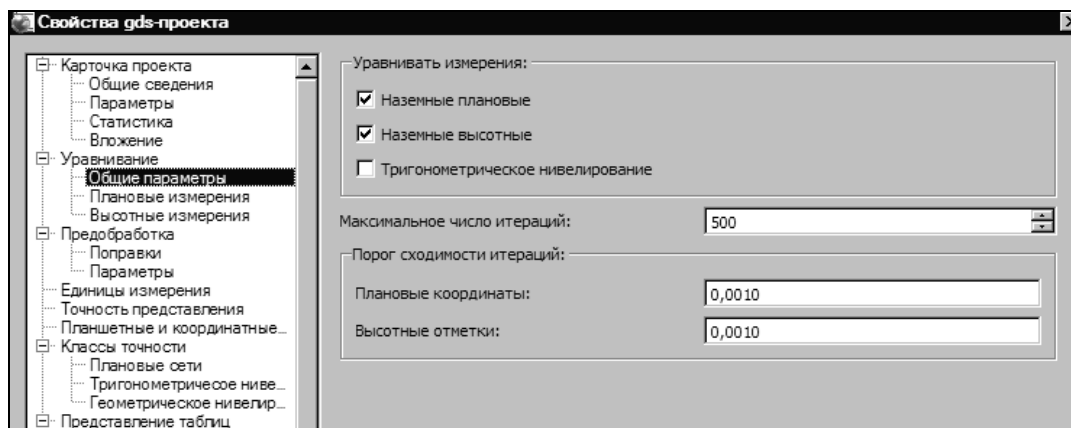

Рис. 1.9. Свойства gds-проекта
3. В окне СВОЙСТВА gds-проекта в позиции УРАВНИВАНИЕ – ОБЩИЕ ПАРАМЕТРЫ выполните настройки согласно рис. 1.9.